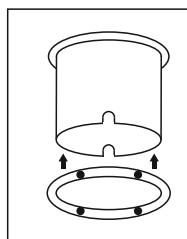

Рис. 3
- Для более жесткой фиксации стакана в грунте, можно использовать дополнительное фиксирующее кольцо, входящее в комплект поставки. Кольцо фиксируется с помощью винтов в нижней части монтажного стакана (рис. 3).